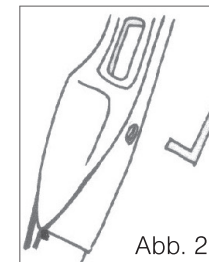

Abb. 2
2. Lösen Sie die Sicherungsschraube leicht durch den Inbusschlüssel (C). (Abb. 2)